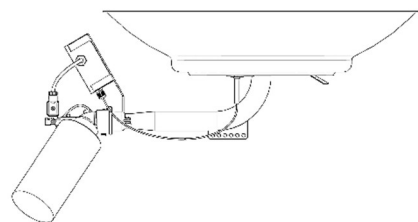

Fig. 8
- Una vez esté el aparato en la posición indicada en la Fig.8 sacudirlo ligeramente (incluso golpeando en el codo del tubo) a fin de que el polvo se desprenda de las paredes del tubo.
- With the appliance in the position indicated in Fig. 8, shake it gently (including tapping the elbow of the pipe), to ensure all dust is loosened from the walls of the pipe.
- Une fois que l'appareil se trouve dans la position indiquée à la Fig.8, secouez-le légèrement (même en frappant doucement sur le coude du tuyau) afin que la poussière se détache des parois du tuyau.